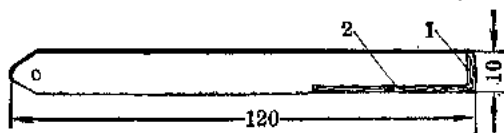

图 1
(图 1), 以便削芽或切接用。
2. 把锯条另一头磨成 $60^{\circ} \sim 70^{\circ}$ 角如图 1 中的另一头, 并把尖角磨圆, 以便撬皮用。